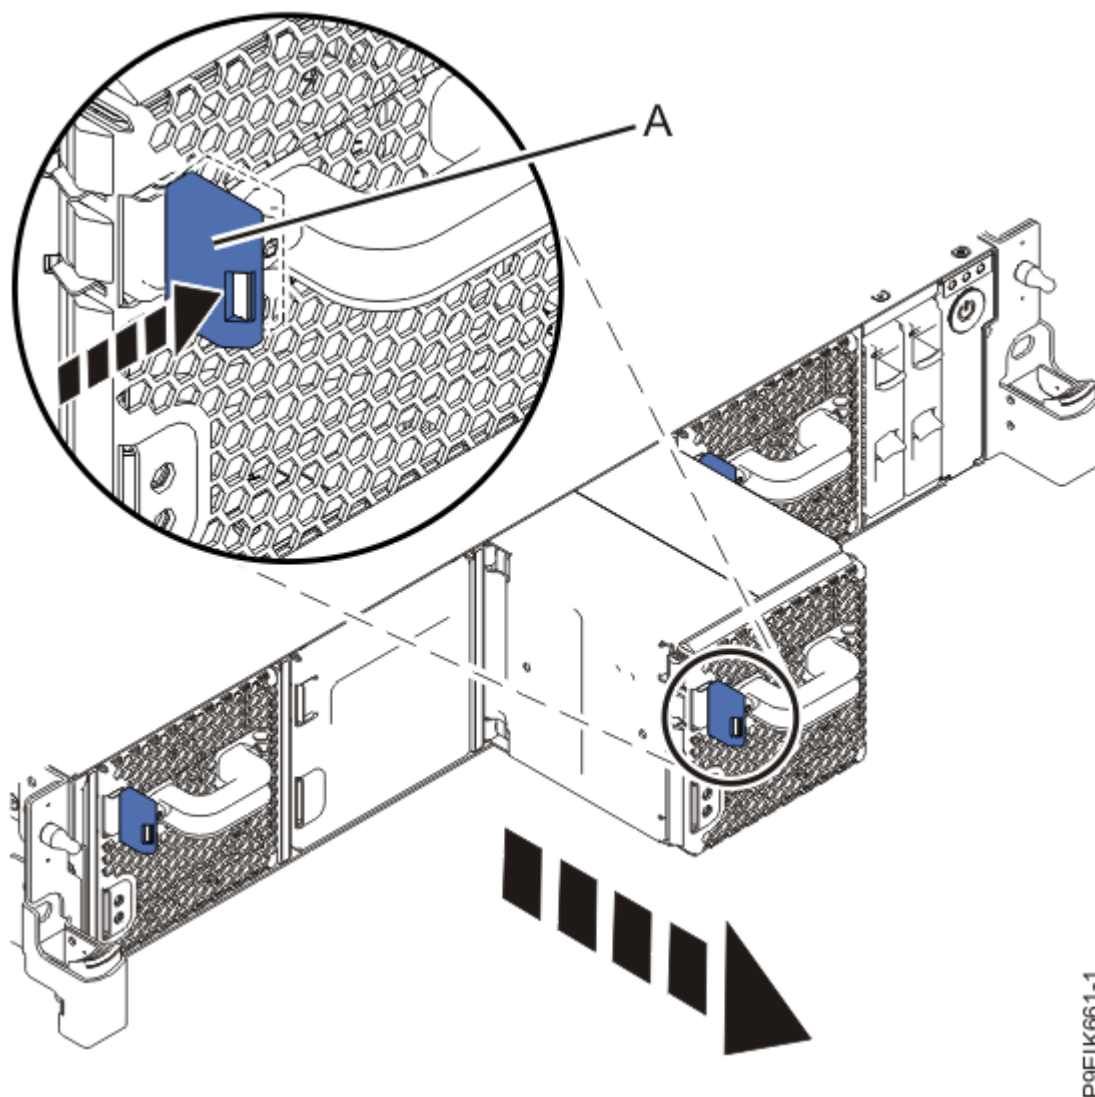

Figure 79. Retrait d'un ventilateur du système
2. Pour désinstaller le ventilateur du système, appuyez sur le loquet de verrouillage **(A)**, comme illustré dans la Figure 79, à la page 86.